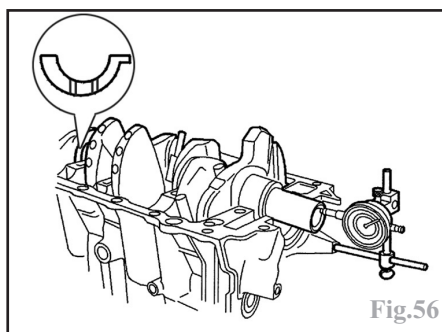

Fig.56
- poser les cales de réglage du jeu axial du vilebrequin de chaque côté du palier n°2 (rainures côté vilebrequin et palier n°1 côté volant moteur) (Fig.56).